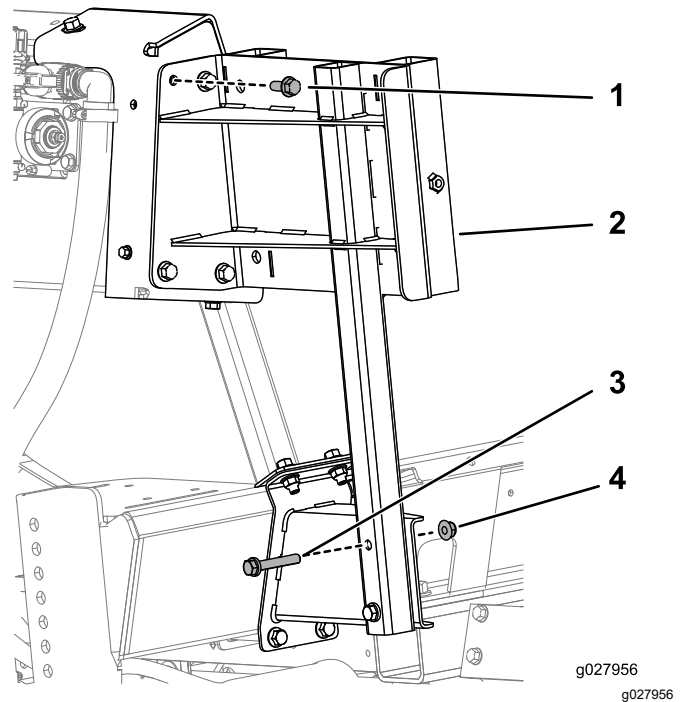

Bild 13
5. Befestigen Sie die Stützhalterung für das Trommelfach mit vier Schrauben ($\frac{3}{8}$ "-16 x 1"), zwei Schrauben ($\frac{3}{8}$ "-16 x $2\frac{1}{4}$ ") und sechs Bundmutter ($\frac{3}{8}$ "-16) an der oberen und unteren Halterung, wie in **Bild 13** abgebildet.